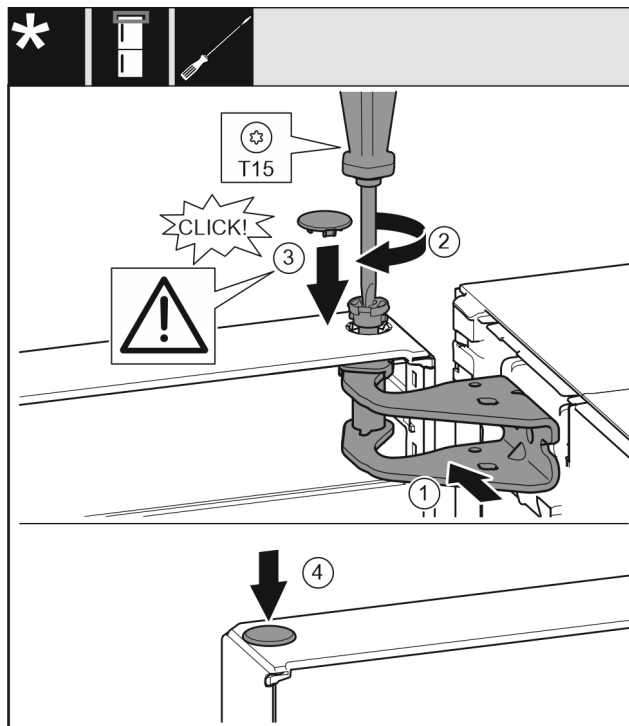

Fig. 18
- ▶ Orientar la parte superior de la puerta respecto a la apertura del soporte de apoyo. Fig. 18 (1)
- ▶ Introducir los pernos y apretar con el destornillador T15. Fig. 18 (2)
- ▶ Montar la cubierta del seguro para asegurar la puerta: Introducir la cubierta del seguro y comprobar que descansa sobre la puerta. De lo contrario, introducir por completo los pernos. Fig. 18 (3)
- ▶ Introducir los tapones. Fig. 18 (4)